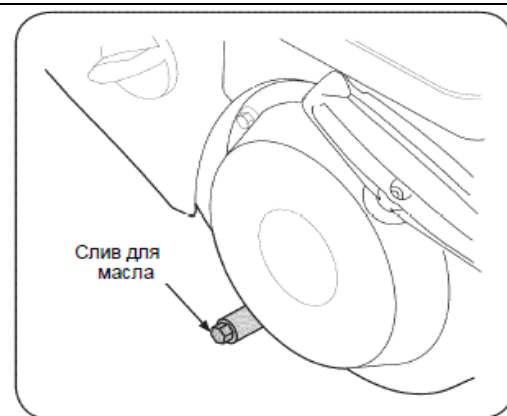

Рис. 15
3. Отверните сливную пробку См. Рис. 15.